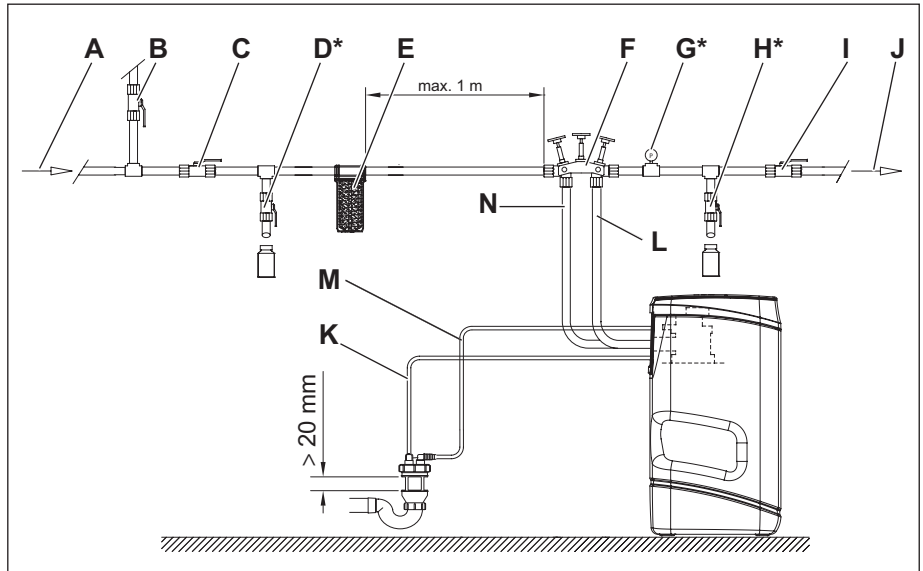

Abb. 3: Installationsschema
1. Vorgeschaltetes Absperrventil mit Rückschlagventil (Abb. 3/C) und Absperrventil (Abb. 3/I) sperren.
2. Prüfventile (Abb. 3/D und Abb. 3/H) öffnen.
Das Manometer (Abb. 3/G) muss einen Druck von 0 bar anzeigen.
1. Trinkwasserfilter (Abb. 3/E) im Abstand von max. 1 m von der Verschneidearmatur auf der Eingangsseite des Wasserenthärters installieren.
2. Druckreduzierventil, falls notwendig, vor der Verschneidearmatur (Abb. 3/F) und dem Trinkwasserfilter (Abb. 3/E) installieren.